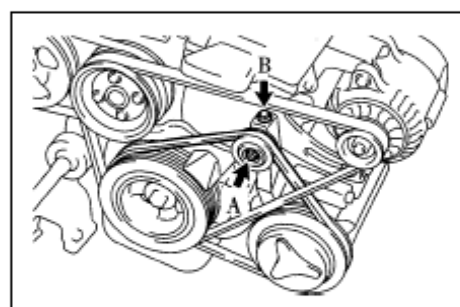

Рис. 28
2. Снимите ремень компрессора кондиционера (см. Рис. 28).
6. Установите ремень привода компрессора кондиционера (см. Рис. 28).